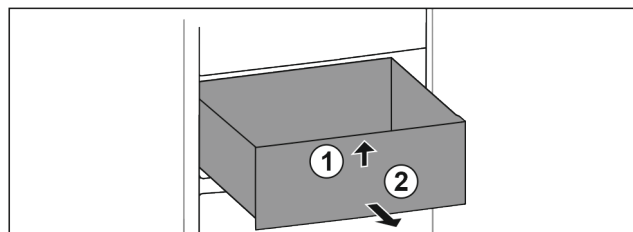

Fig. 59
- ▶ Nadzvedněte zásuvku vpředu. Fig. 59 (1)
- ▶ Vyjměte zásuvku dopředu. Fig. 59 (2)